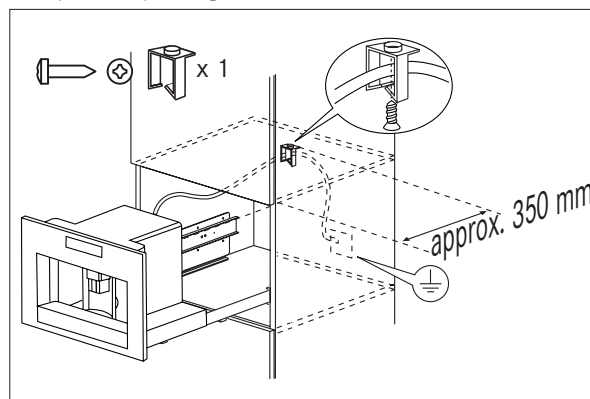

Fig. 6
- Fixe o cabo de alimentação com o grampo (Fig. 6). O cabo de alimentação tem de ser suficientemente comprido de modo a permitir que o aparelho seja retirado do móvel para encher o recipiente para grãos de café.